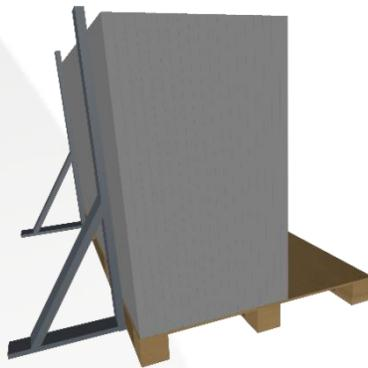

图 3-6 组件放置图
5) 禁止将组件置于无可靠支撑或未固定的环境下。如图 3-6 所示。